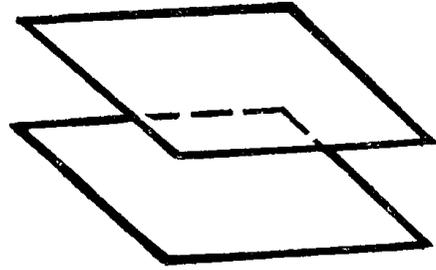

图 1—6 平行面
(2) 平行面：两个平面不管它的大小如何，两个平面之间任何地方都保持相等的距离，并且永远不会相交在一块，象这样的平面就称为平行面，如图1—6所示。